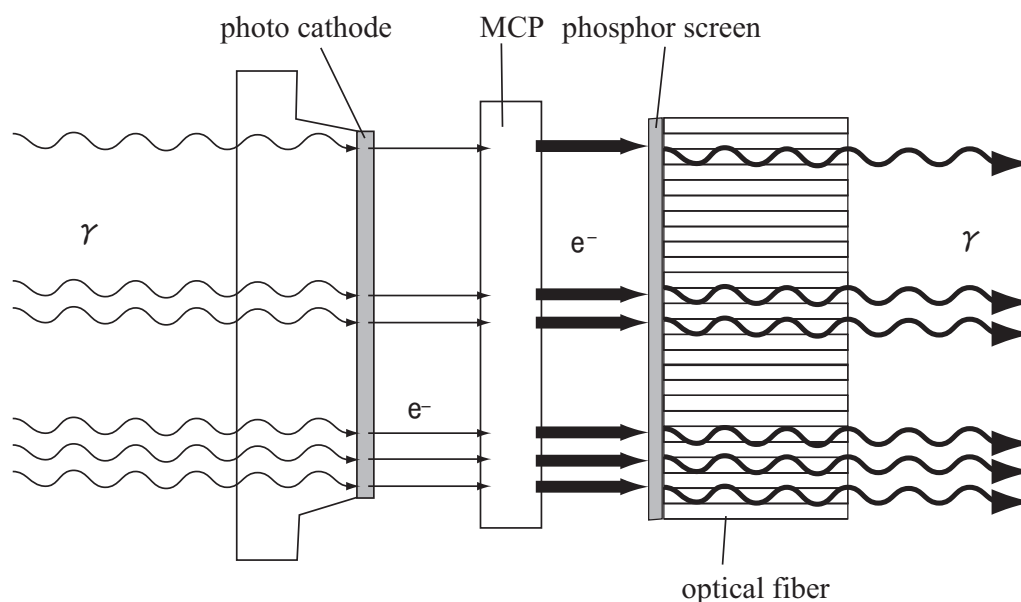

Fig. 1.1 I.I. 概要
I.I. はセラミック製の真空容器の中に、光を電子に変換する photocathode、電子を増倍する Micro channel plate(以下 MCP)、電子を光に変換する phosphor screen を近接させることにより、周辺部にゆがみのない画像を得るように設計されている。MCP については後述 (1.2)。Fig.1.1 のように、photocathode 上に結像された光は photocathode により光電子へ変換される。このとき放出される光電子数は入射光量に比例する。この電子は photocathode と MCP 入力面 (上流側の面) 間の電圧により加速され MCP の各チャンネルに入射する。MCP の各チャンネル内部は独立した電子増倍部が形成されており、入射した電子は MCP 両端の電圧勾配により数十回の衝突を繰り返すことにより 2 次電子が増加され、MCP の出力端より多数の電子が放出される。MCP によって増倍された電子群は、MCP 出力面 (下流側の面) と phosphor screen 間の電圧により加速されて phosphor screen に衝突する。Screen では衝突した電子量に応じた光が出力され、MCP1 段の場合、入射した光学像に対して約 3000 倍に増強された出力像が得られる。